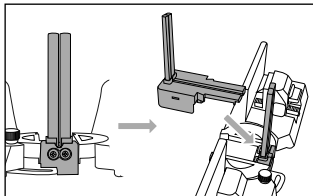

Fig. 6
- ◆ Stil skære-styreelementet A **9** ind i den dertil beregnede udskæring fra oven (se fig. 6). Skære-styreelementet A **9** står i første omgang ustabil.
- ◆ Sæt skære-styreelementet B **10** ind i den dertil beregnede udskæring fra oven (se fig. 6).